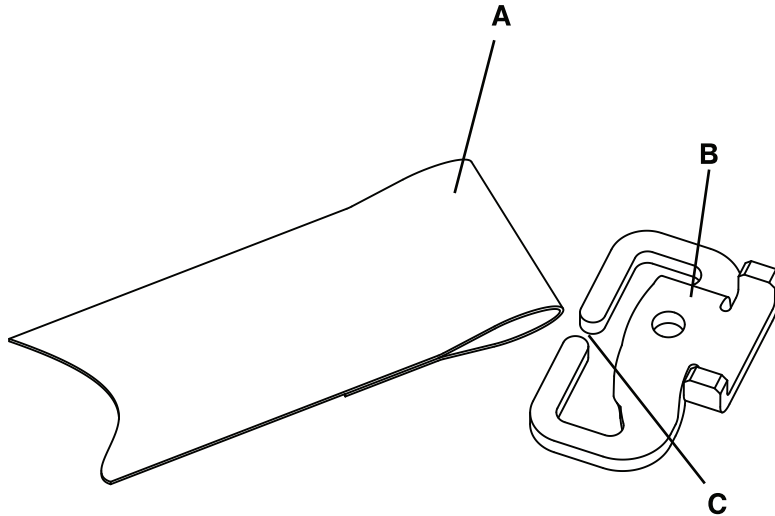

Figure 2-35 : Retrait de la ceinture ventrale
1. Avec une main, saisir l'extrémité de la ceinture attachée au support (A). Avec l'autre main, saisir le support (B) (Figure 2-35 à la page 2-54).
2. Comprimer la boucle de la ceinture au niveau du support et la faire passer dans la fente (C) du support pour retirer la ceinture (Figure 2-35 à la page 2-54). Jeter la ceinture.